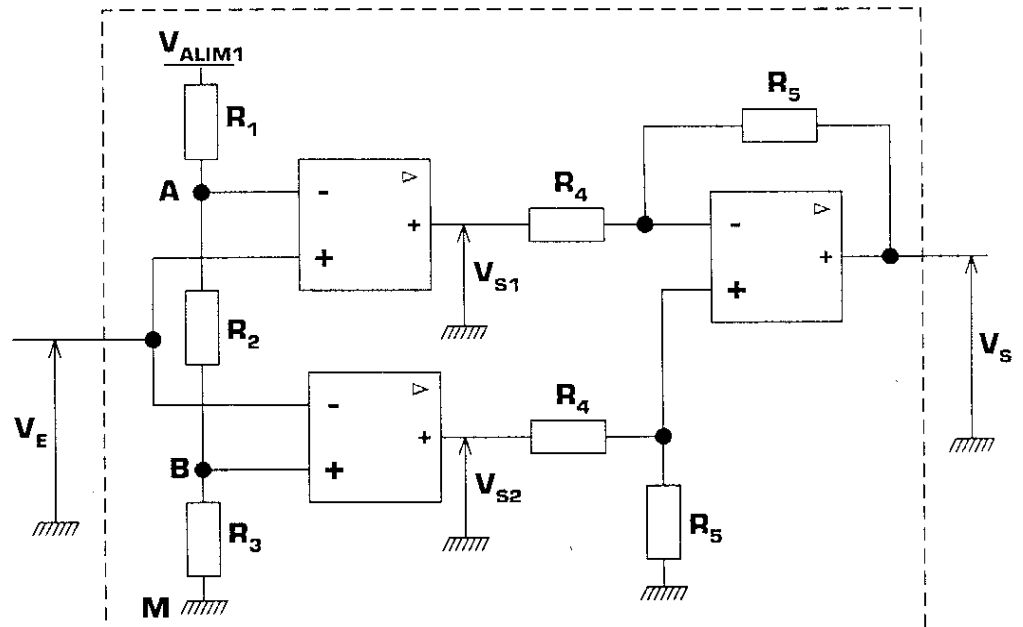

Figure 3
On étudie le comparateur à fenêtre donné sur la *Figure 3*. Les 2 premiers A.L.I. [dont les tensions de sorties sont  $V_{s1}$  et  $V_{s2}$ ] sont alimentés entre  $V_{ALIM1} = 15\text{V}$  et  $V_{ALIM2} = 0\text{V}$  et fonctionnent en comparateur, c'est-à-dire que leur tension de sortie ne peut prendre que 2 valeurs différentes en fonction des potentiels présents sur leurs entrées :
**IV - 3 - 5** - Tracez la caractéristique  $V_s = f(V_E)$  du comparateur à fenêtre de la *Figure 3*. S'agit-il d'un comparateur à deux ou à trois niveaux de sortie?
**IV - 3 - 6** - On modifie le montage de la *Figure 3* en permutant les entrées + et - du comparateur du bas dont la sortie est  $V_{s2}$ : l'entrée - de ce comparateur est maintenant reliée au point B, et l'entrée + est reliée à la tension  $V_E$ . Dessinez le schéma de ce nouveau montage puis étudiez-le en reprenant les questions **IV-3-1** à **IV-3-5**.